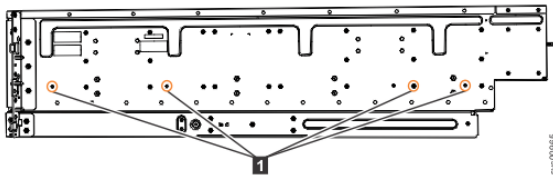

Abbildung 56. Positionen der Schrauben zum Anbringen der inneren Schiene am Gehäuse
4. Verwenden Sie vier M4-Schrauben zum Anbringen der inneren Schiene an der Seite des Gehäuses. In Abbildung 56 auf Seite 58 werden die Positionen der Schrauben gezeigt.